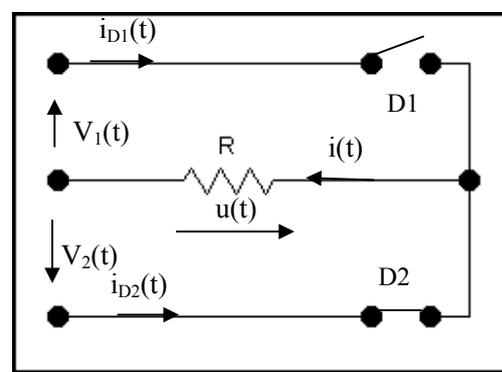

Figure II-8
- pour l'alternance négative de  $e(t)$  : figure II-8